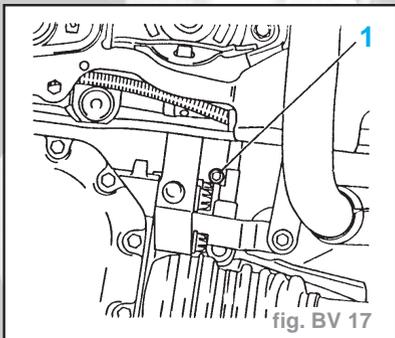

fig. BV 17
- Desserrer, sans la retirer, la vis de serrage (1) du collier pour renvoi de changement de vitesses (fig BV. 17).